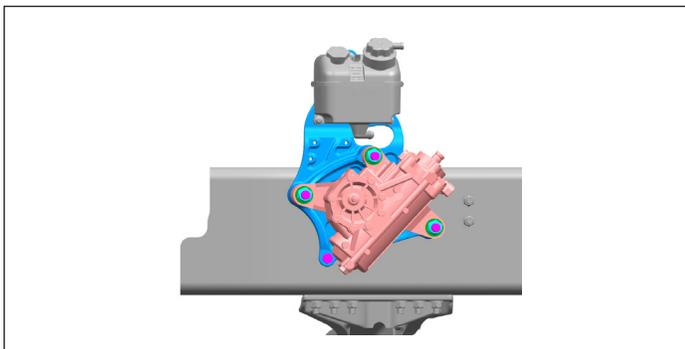

Figura 8: tipo de eje retranqueado
15. En vehículos con tipos de ejes retranqueados, el engranaje de dirección está ensamblado sobre el riel del bastidor. *Consulte la figura 8.* El engranaje de dirección debe ser retirado con el brazo pitman unido a este.
2. El brazo pitman en vehículos con ejes retranqueados (*Consulte la figura 8*) debe ensamblarse antes de instalar el engranaje de dirección en el riel del bastidor.